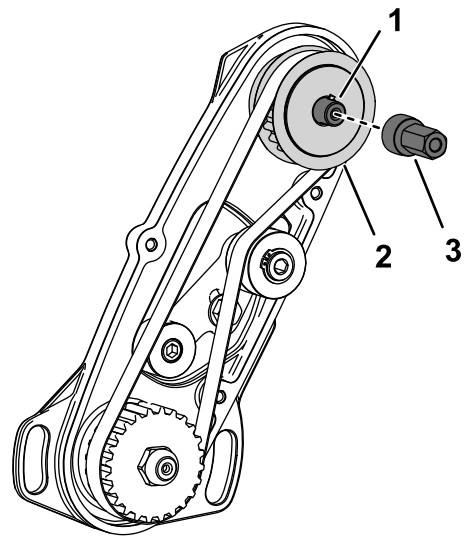

**Bild 4**
7. Nehmen Sie die Mutter von der Spindel-Antriebswelle ab (**Bild 4**).